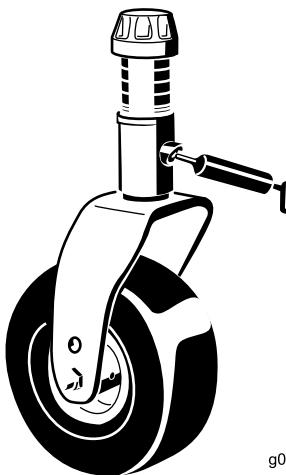

Figura 15
- Casquillos del eje de la horquilla de las ruedas giratorias (4) (Figura 15).